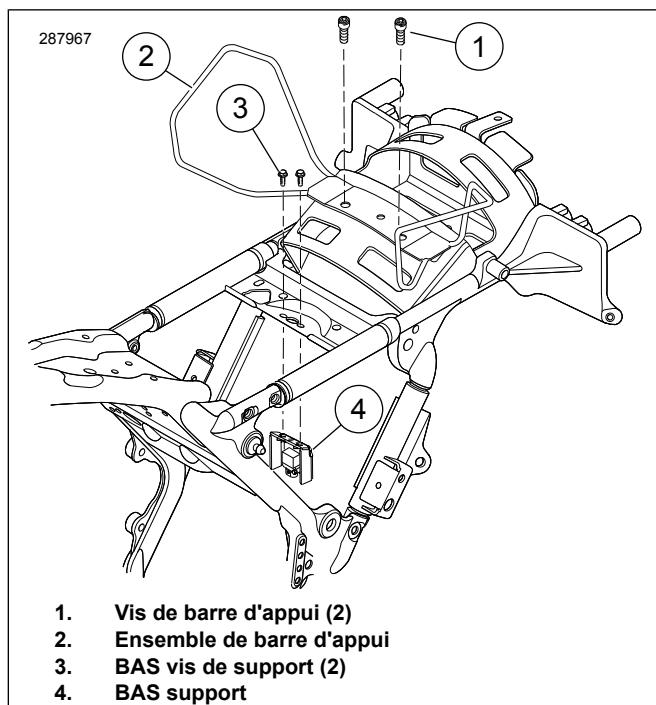

Figure 2. Déposer les vis du capteur BAS
2. **Modèles avec barre d'appui** : Voir la figure 2. En laissant l'ensemble de barre d'appui (2) en place, déposer les vis de la barre d'appui (1) et mettre la visserie au rebut.
6. **Modèles de 2009 à 2018** : Déposer Capteur d'angle d'inclinaison (BAS) les vis de support (3) et mettre la visserie au rebut.